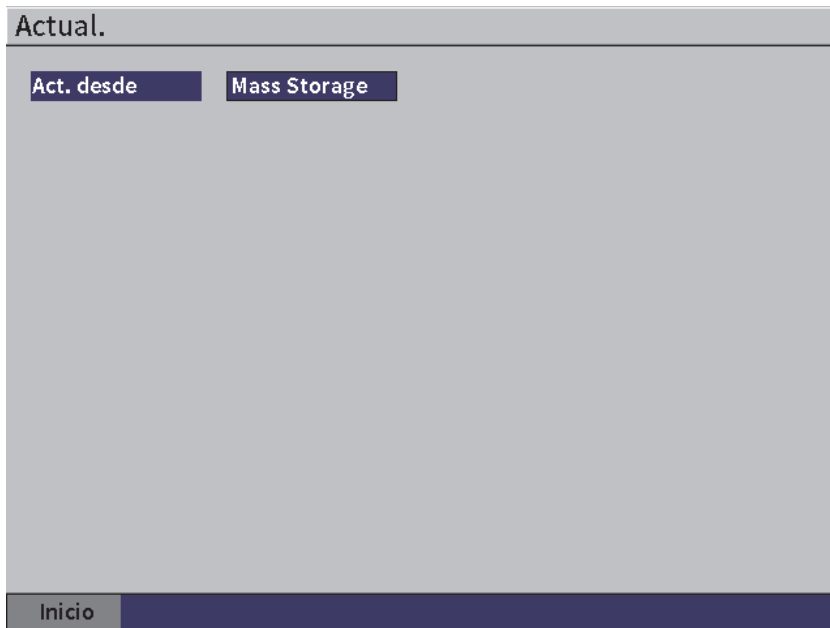

Figura 5-14 Página de configuración Actualiz.
1. Seleccione el ícono Actualiz. () para abrir la página de configuración **Actualiz.** (vea la Figura 5-14 en la página 77).